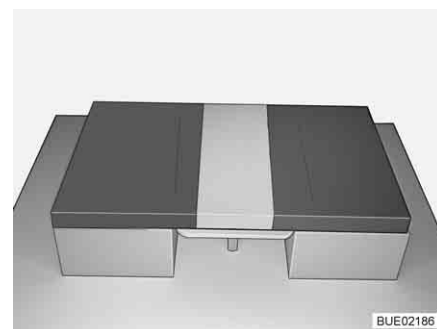

Fig. 104 Después de la transformación
- Colocar un cojín del respaldo entre los cojines de asiento sobre la mesa (véase Fig. 104).